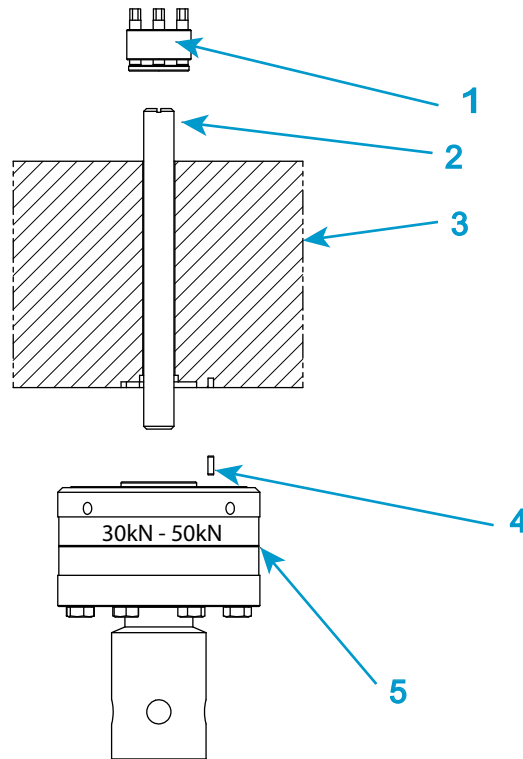

Figura 19. Instalación de una célula de carga de la serie 2530: capacidades de 30 kN y 50 kN
Leyenda de Figura 19
1. Consulte Figura 19 en la página 81 y su leyenda relacionada.